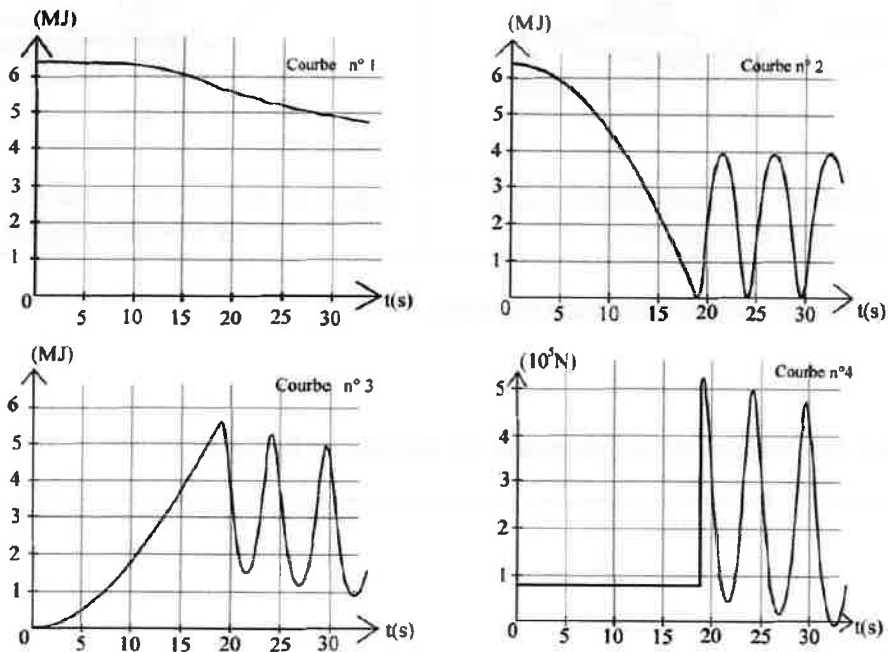

Figure 2: Résultats numériques
Les courbes de la Figure 2 représentent l'évolution au cours du temps de l'énergie cinétique E_c , de l'énergie potentielle E_p , de l'énergie totale E_m et l'évolution de la réaction normale R_n du looping sur le chariot.
1. Associer à chaque courbe de la Figure 2 la grandeur représentée. La simulation prend-elle en compte des frottements et autres sources de dissipation ?